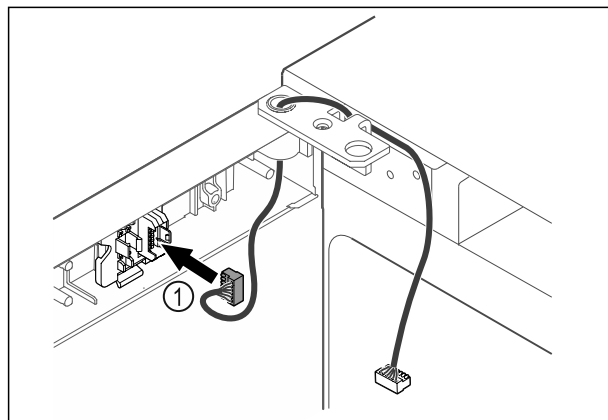

Fig. 41
- Vtič Fig. 41 (1) vstavite v držala vtiča.